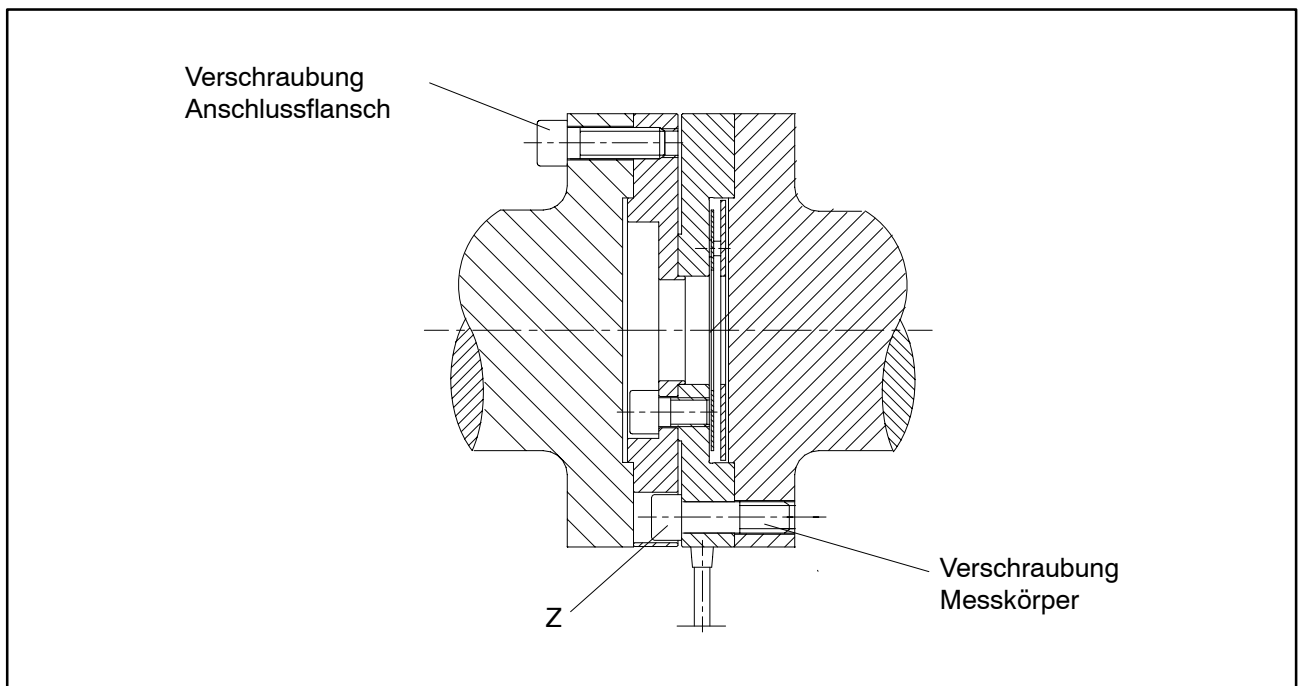

Abb.4.3: Verschraubung des Messkörpers
Die Schraubenköpfe (Z), siehe Abb.4.3, dürfen nicht am Anschlussflansch anliegen.